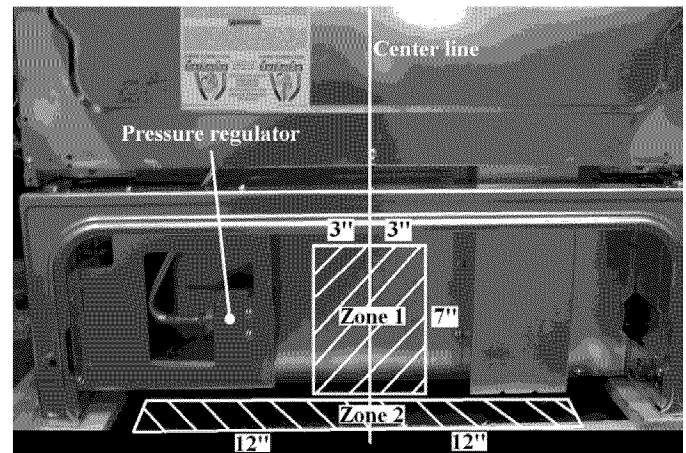

Figure 8
**L'alimentation de gaz peut provenir par le mur arrière (Figure 8, zone 1) ou par le plancher (Figure 8, zone 2):**